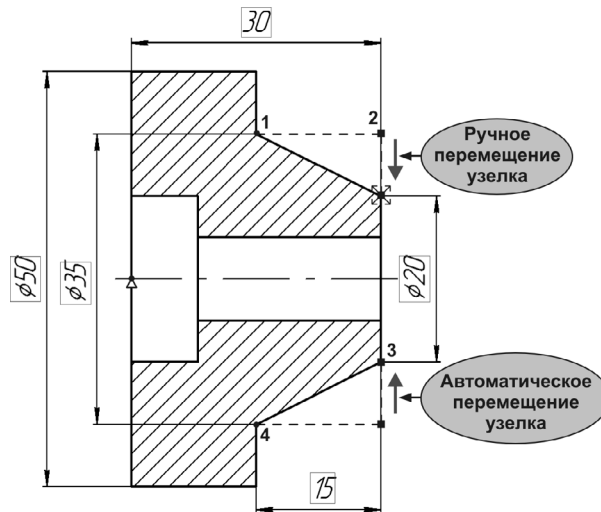

Рис. 64.16.
5. Вновь «захватите» мышью точку 2 отрезка 1–2 и переместите ее вертикально вниз на небольшое расстояние (рис. 64.16). Отпустите кнопку мыши.